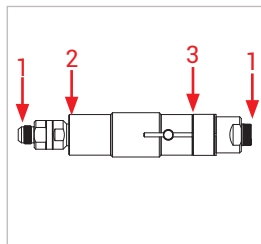
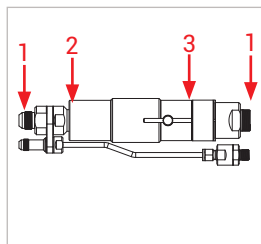

Figure 7
Figure 8
► Vérifier les points de mesure suivants (Figure 7 et Figure 8)
- Raccords (1)
- Au niveau des mâchoires de serrage (2)
- Au niveau de l'actionnement excentrique (3)